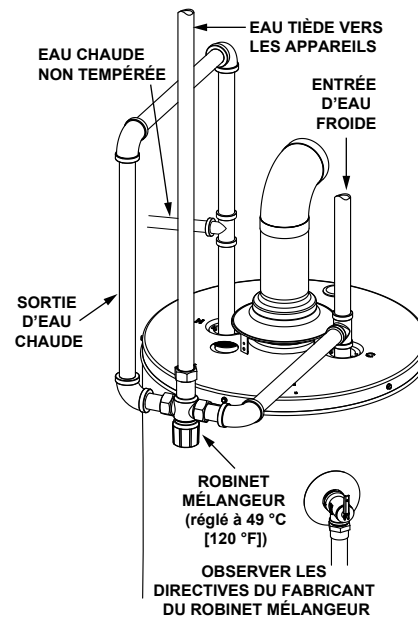

FIGURE 12.
3. Le fabricant du chauffe-eau recommande l'installation d'un robinet mélangeur ou d'un dispositif anti-ébullantage sur la conduite d'eau chaude domestique de la façon illustrée à la Figure 12. Ce type de dispositif rapidement utilisable sert à abaisser la température de l'eau aux points d'utilisation par le mélange de l'eau chaude et de l'eau froide.